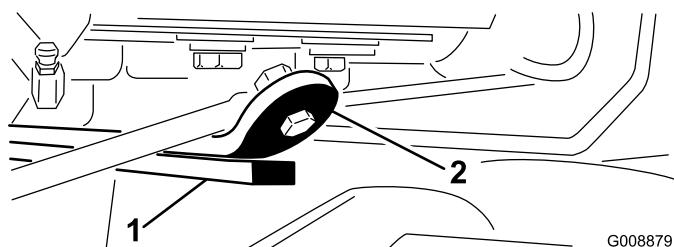

図 13
3. エンジンを始動し、カッティングユニットを上昇させ、後ろカッティングユニットのウェア・バーの上部についているウェア・ストラップからバンパー・ストラップまでの距離が 0.5～2.5 mm の間にあるかどうか点検する (図 13)。